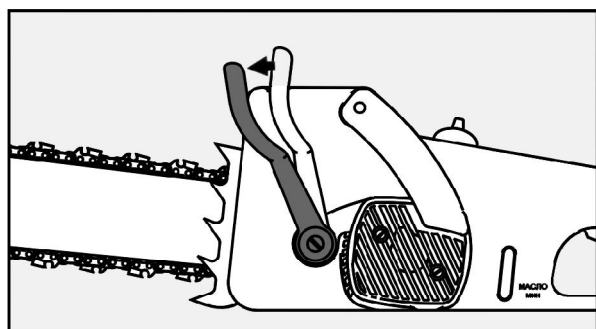

Рисунок 12 - Включение тормоза цепи пильной
2.2.7 Проверить работу тормоза цепи. При перемещении рычага тормоза левой рукой от себя в направлении вершины шины, см. рисунок 12, срабатывают микровыключатель подачи напряжения на электродвигатель и тормозной механизм.